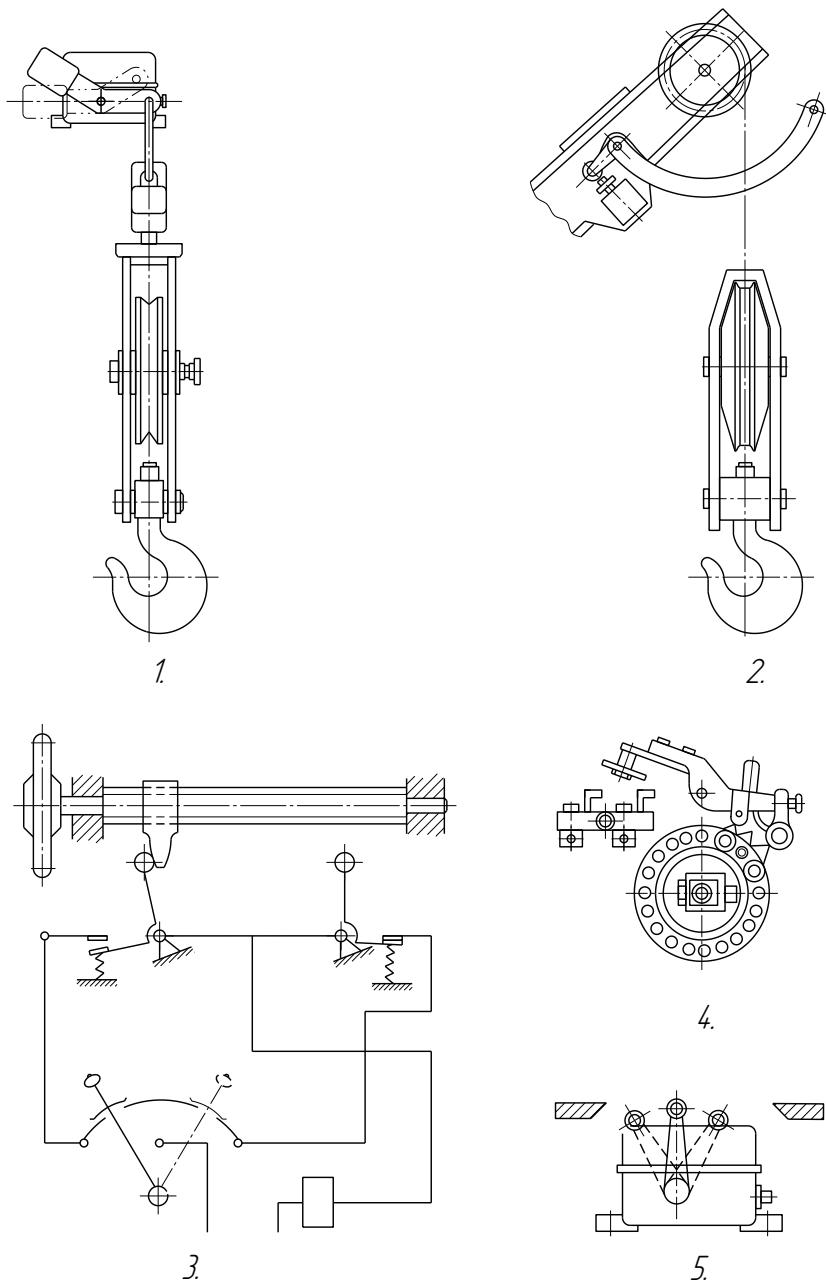

Рисунок 4.1.2 – Схемы приборов безопасности кранов
*4.6 В каком из ограничителей высоты подъема применен кнопочный конечный выключатель (рисунок 4.1.2)?*
*4.7 Какой из конечных выключателей в приборе безопасности может заменить дисковый выключатель 4 (рисунок 4.1.2)?*
*4.8 Ограничению хода частей какого механизма предназначен выключатель 5 (рисунок 4.1.2)?*